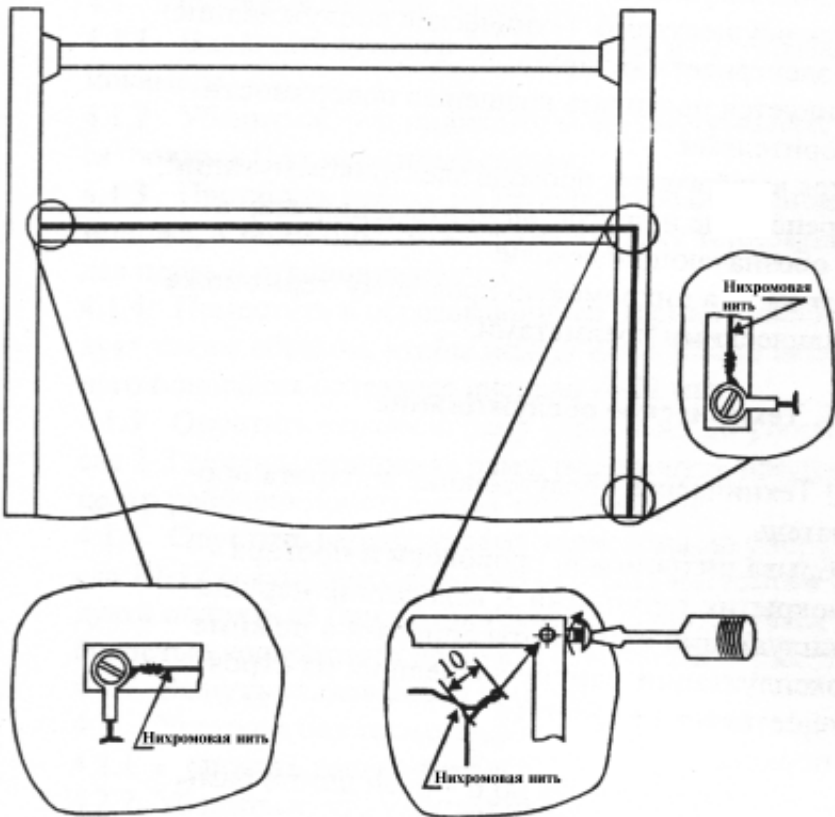

Рис. 3. Схема замены ножа
колпаком 1 (см. также рис.3.). Рассекатель 9, установленный на аппарате, необходим для разделения двух слоев полурукава пленки и облегчения последующего вложения в него продукта.
Режущим и одновременно сваривающим инструментом термоножа является нихромовая нить (рис. 3), мгновенно нагреваемая импульсом электрического тока при срабатывании концевого выключателя 3.
2. В случае обрыва нихромовой нити или прогара тефлонового покрытия термоножа вследствие нарушения правил эксплуатации или работы аппарата в режиме интенсивной эксплуатации, замену вышедших из строя элементов осуществляет покупатель. Замена нихромовой нити осуществляется в следующем порядке (рис. 3):
2.1. Ослабить винты контактных клемм на натяжителях 1, 2 (см. рис. 3а и 3б).
2.2. Ослабить винт крепления нити в правом углу рамы (см. рис.3в) и удалить остатки поврежденной нихромовой нити.
2.4. Установить скрутку (1–2 витка) и закрепить ее винтом, как показано на рис.3в.
2.5. Натянуть нить и закрепить ее на натяжителе 1, как показано на рис. 3(а). Перевести подвижный брусок 1 в крайнее правое по рис. 3(а) положение и, удерживая его, намотать под шайбу, по часовой стрелке, с натягом, два
Аналогично натянуть нить на натяжитель 2 (см. рис. 3б).